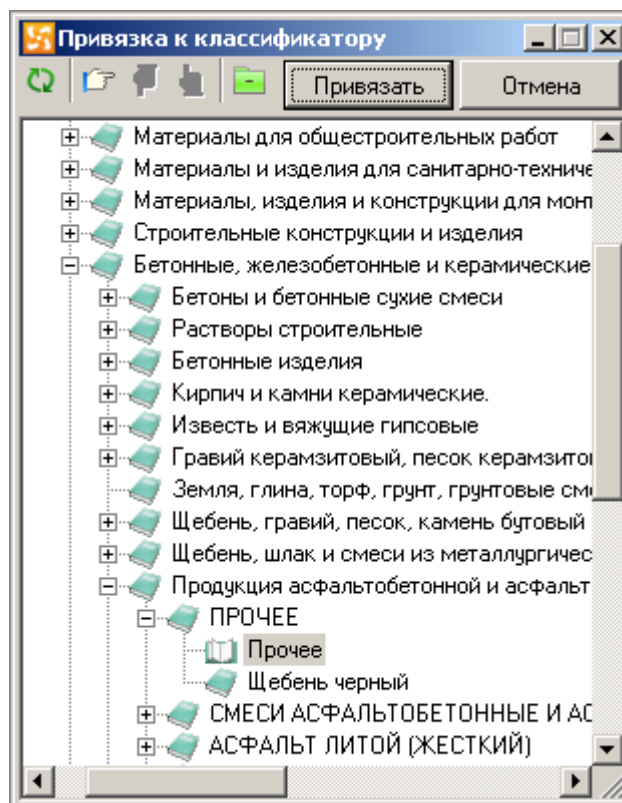

Рис. 1. Привязка к классификатору
4. Теперь необходимо привязать ресурсы из нормативной базы к созданной структуре. Откройте сборник, включите режим редактирования (кнопка  либо сочетание клавиш **<Ctrl+E>**), щелкните правой клавишей мыши по ресурсу и в контекстном меню выберите пункт **Дополнительные операции - Привязать к классификатору**. В окне **Привязка к классификатору** (см. рис. 1) выберите нужный пункт и нажмите **Привязать**.